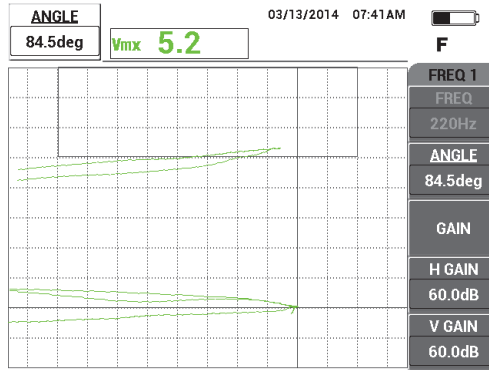

Figura 5-25 O sinal *liftoff* inferior mais próximo possível da horizontal
6. Pressione a tecla ANGLE (◁θ), e, em seguida, use o botão para ajustar o sinal *liftoff* inferior de maneira a ficar o mais horizontal possível (veja Figura 5-25 na página 147).